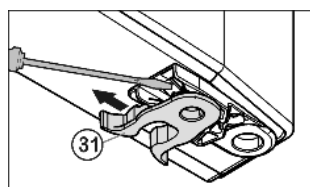

Fig. 11
- ▶ Przenieść zacisk sprężynowy Fig. 11 (31): Zatrzask przycisnąć w dół, przy tym zdjąć zacisk sprężynowy.